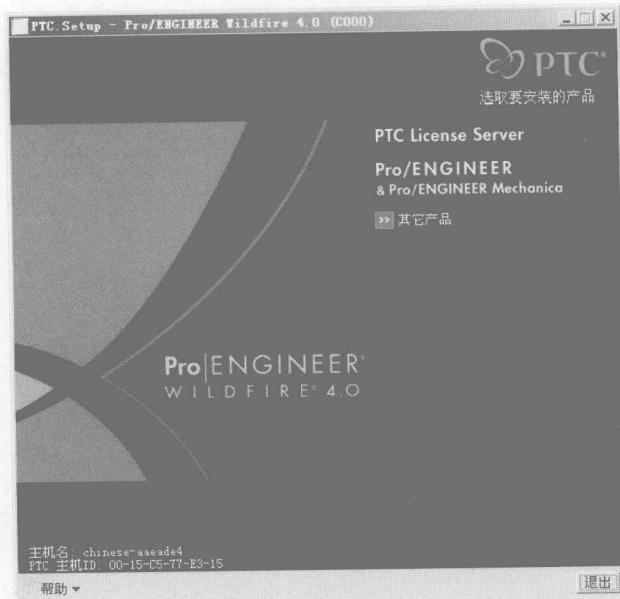

图 1-6 Pro/ENGINEER Wildfire 4.0 选项界面
- (2) 当准备程序运行完后，自动跳转到 Pro/ENGINEER Wildfire 4.0 选项界面，如图 1-6 所示。